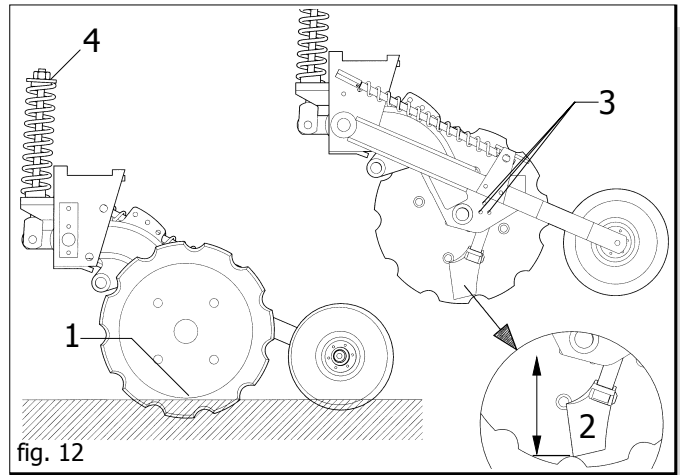

fig. 12
Die Tiefe der Saateingabe ist dann korrekt eingestellt, wenn der Ballast auf der Seite der Scheibe auf dem Boden aufliegt (1 Abb.12).
a) Änderung der **Stellung zwischen Sech und Durchfurcherscheibe** durch Einwirken auf die Sech-Befestigungsschrauben (Abb.12, Punkt 3) und verschieben bis die gewünschte höhe erreicht wird ( Abb.12, Punkt 2 ).
**WICHTIG !** : Das Sechende darf nie niedriger eingestellt sein als die Einschnitte am Scheibenrand zwischen den Zähnen (siehe Abb. 12). Beim Festziehen der Schrauben ist aufzupassen, daß diese gleichmäßig festgezogen werden, damit die Schneidfläche des Kolters perfekt am Eggenteller anliegt, ohne die Drehung zu behindern.
4) Eventuell alle Trimmungsfedern durch die Mutter (4 fig. 12) einstellen bis die Position im Punkt (3) beschrieben, erreicht wird.